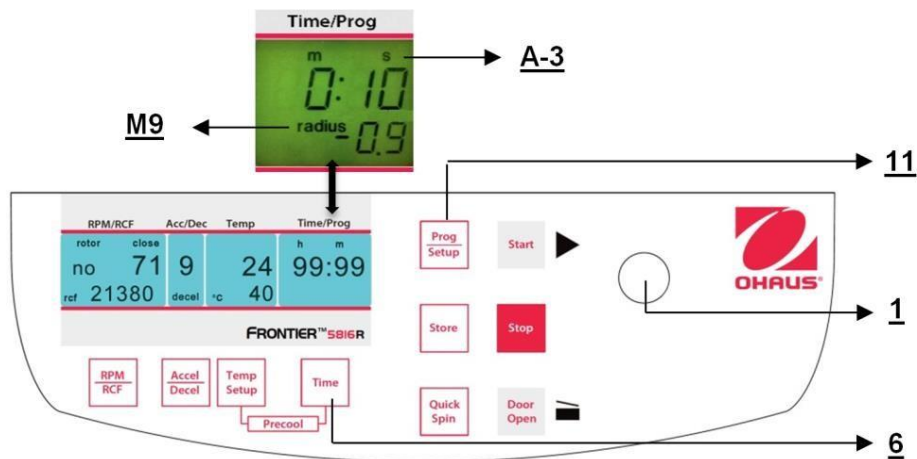
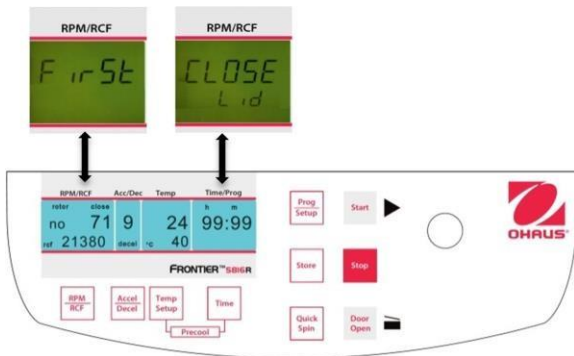

Figura 24
Figura 26
Si usa adaptadores o reductores, puede cambiar el radio centrífugo del rotor respectivo. En ese caso, puede corregir el radio manualmente. Proceda de la siguiente manera: Cierre la tapa, luego presione el botón **"Time"** (6) (vea la Figura 24) y el botón **"Prog/Setup"** (11) al mismo tiempo y manténgalos presionados.
Cierre la tapa de la centrifuga. Ahora proceda como se describió anteriormente para configurar todos los parámetros de operación importantes. Si la tapa no se cierra al almacenar el programa, en la pantalla **"RPM/RCF"** (A-1) destellan las palabras **"FirSt"** y **"CLOSE Lid"** (vea la Figura 26) alternadamente. Si desea iniciar la operación sin almacenar el programa, en la pantalla **"RPM/RCF"** (A-1) destellan las palabras **"First"** y **"PrESS StoreE"** (vea la Figura 24) alternadamente.
Puede arrancar la centrifuga ya sea con el botón **"Start"** (9) (vea la Figura 26) o con el botón **"Quick Spin"** (8). Con el botón **"Start"** (9), puede iniciar operaciones almacenadas u operaciones con parámetros preseleccionados manualmente.